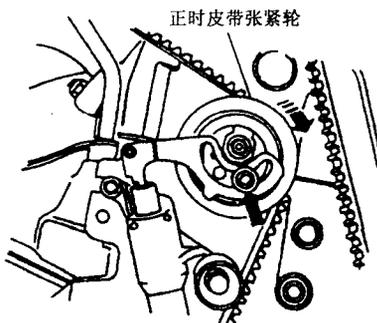

图 1.21 转动正时皮带张紧轮
- (5) 用专用工具松开正时皮带张紧轮，如图 1.21 所示，向下压正时皮带张紧轮，取下正时皮带。